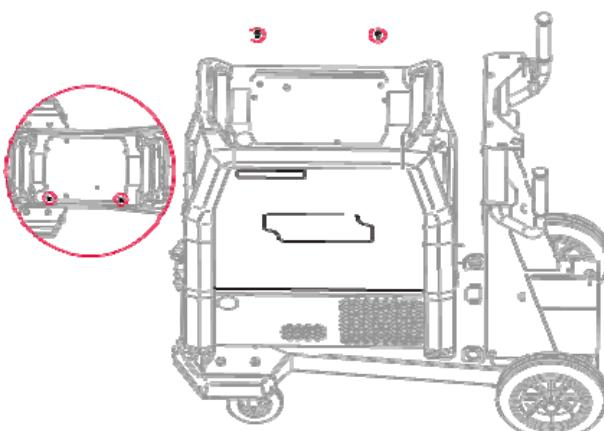

Рисунок 5
- Установите боковую панель (Рис. 5).
- Зафиксируйте боковую панель, используя два винта M5x20 (Рис. 5).